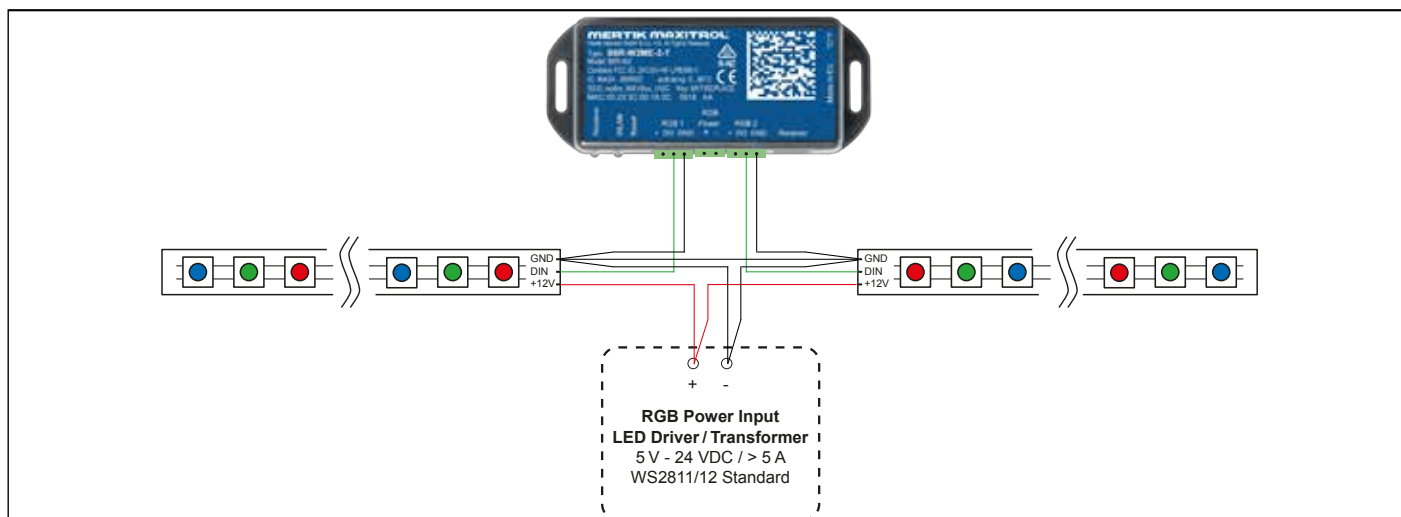

Abb. 5: LED setup 2
- Verbindung von Datenausgang (DO) und Masse (GND) vom LED-RGB-Steuerausgang der Wi-Fi-Box zu den RGB-LEDs. Siehe Abbildung 5 unten